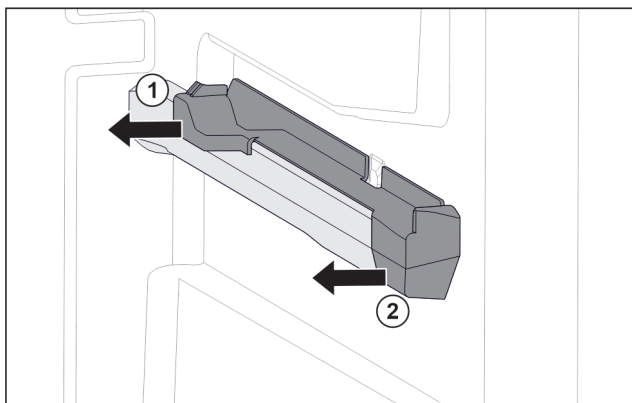

Fig. 50 Nasazovací díl na pravém žebrování na nádoby
- Stáhněte nasazovací díl vzadu na stranu. Fig. 50 (1)
- Stáhněte nasazovací díl vpředu na stranu. Fig. 50 (2)